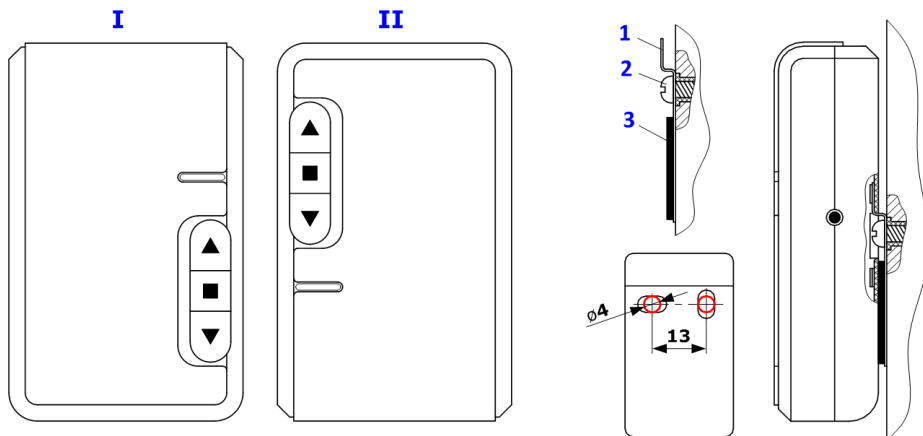

Рисунок 2 - Монтаж блока управления CURD-2 (размеры указаны в миллиметрах)
При монтаже возможны варианты I и II (Рисунок 2) расположения блока управления. Для монтажа блока управления в комплекте поставляются кронштейн 1 (Рисунок 2), два дюбель – шурупа 2, клеящаяся двухсторонняя лента 3.
- Закрепить кронштейн 1 (Рисунок 2) дюбель – шурупами 2.
При варианте I (Рисунок 2) расположения блока управления команды с кнопки пульта используемой при записи будут выполняться в последовательности: "открыть – стоп – открыть – стоп – открыть – ..."; команды со следующей по часовой стрелке кнопки пульта будут выполняться в последовательности: "закрыть – стоп – закрыть – стоп – закрыть – ...".
При варианте II (Рисунок 2) расположения блока управления команды с кнопки пульта используемой при записи будут выполняться в последовательности: "закрыть – стоп – закрыть – стоп – закрыть – ..."; команды со следующей по часовой стрелке кнопки пульта будут выполняться в последовательности: "открыть – стоп – открыть – стоп – открыть – ...".
- Снять блок управления с кронштейна 1 (Рисунок 2).